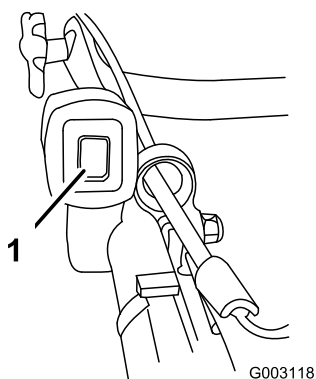

Figura 16
1. Spingete l'interruttore di accensione in posizione On (I) (Figura 16).